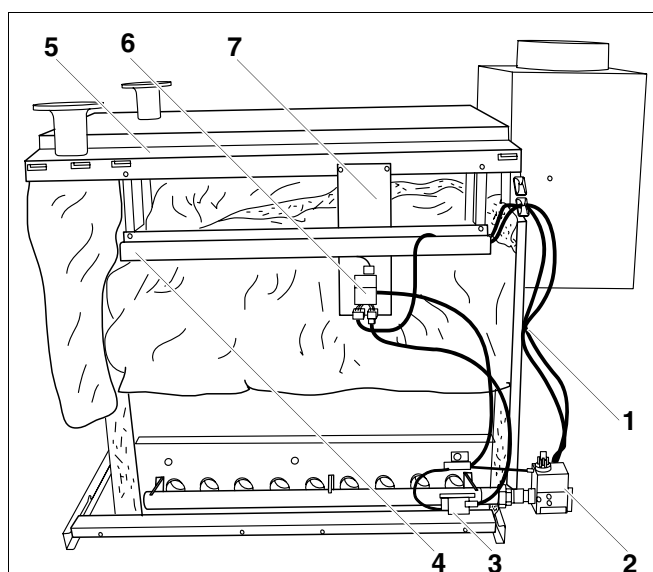

Fig. 68 Comandă analogică arzător
- Tabla de susținere pentru comanda arzătorului (fig. 68, **poz. 7**) se fixează cu două șuruburi 3,9 x 9,5 de carcasa laterală a cazanului (fig. 68, **poz. 5**).
- Realizarea racordurilor dintre comanda arzătorului (fig. 68, **poz. 6**) și rampa de gaz (fig. 68, **poz. 2**), respectiv elementul de aprindere (fig. 68, **poz. 3**) și electrodul de supraveghere trebuie să fie conform schemei electrice.
- Realizarea racordurilor dintre comanda arzătorului (fig. 68, **poz. 6**), aparatul de reglare și aparatul suplimentar de reglare trebuie să fie conform schemei electrice.
- Conductele de la comanda arzătorului (fig. 68, **poz. 6**) la aparatul de reglare sunt trasate prin canale de cablu (fig. 68, **poz. 4**) și prin deschiderea în carcasa frontală a cazanului.
- Conductele dintre rampa de gaz și (fig. 68, **poz. 2**) comanda arzătorului (fig. 68, **poz. 6**) sunt fixate cu bridă de detensionare de peretele (fig. 68, **poz. 1**) din spate și trasate la comanda arzătorului (fig. 68, **poz. 4**) prin canalul de cablu.